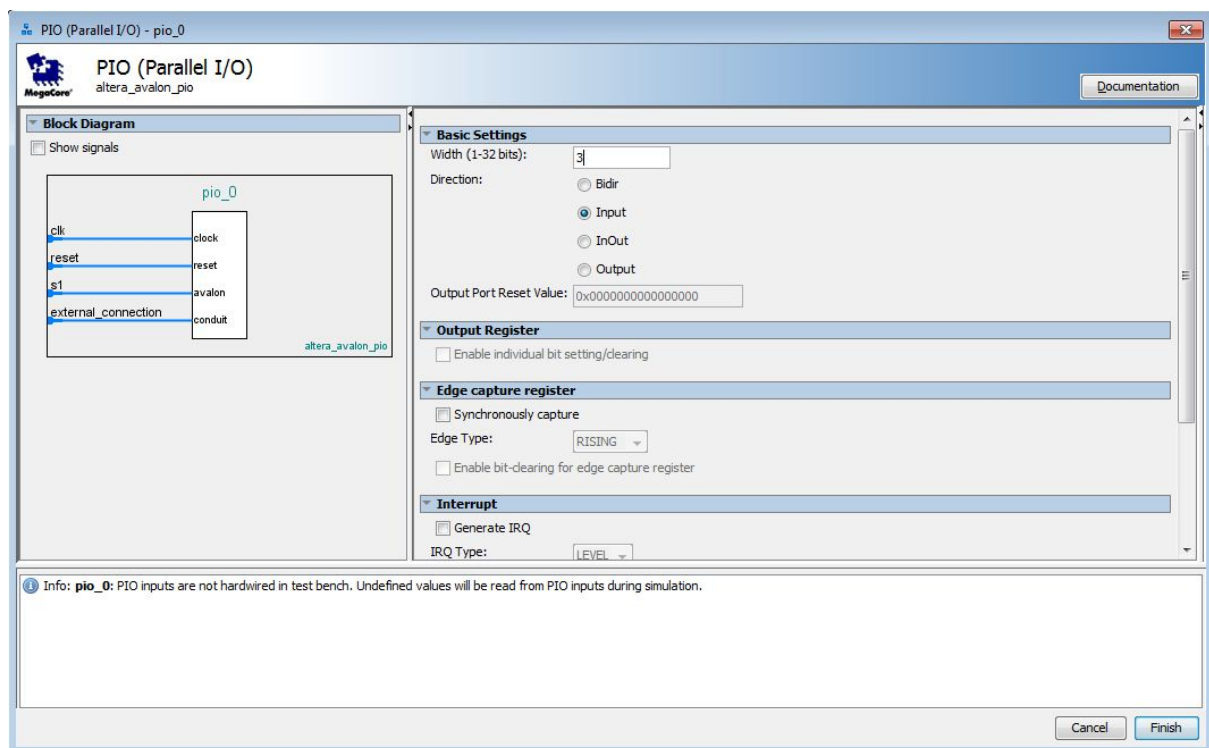

Figura 12: Configurações de PIO.
- Selecione **Processors and Peripherals > Peripherals > PIO (Parallel I/O)** e clique **Add** para abrir as configurações PIO na Figura 12.